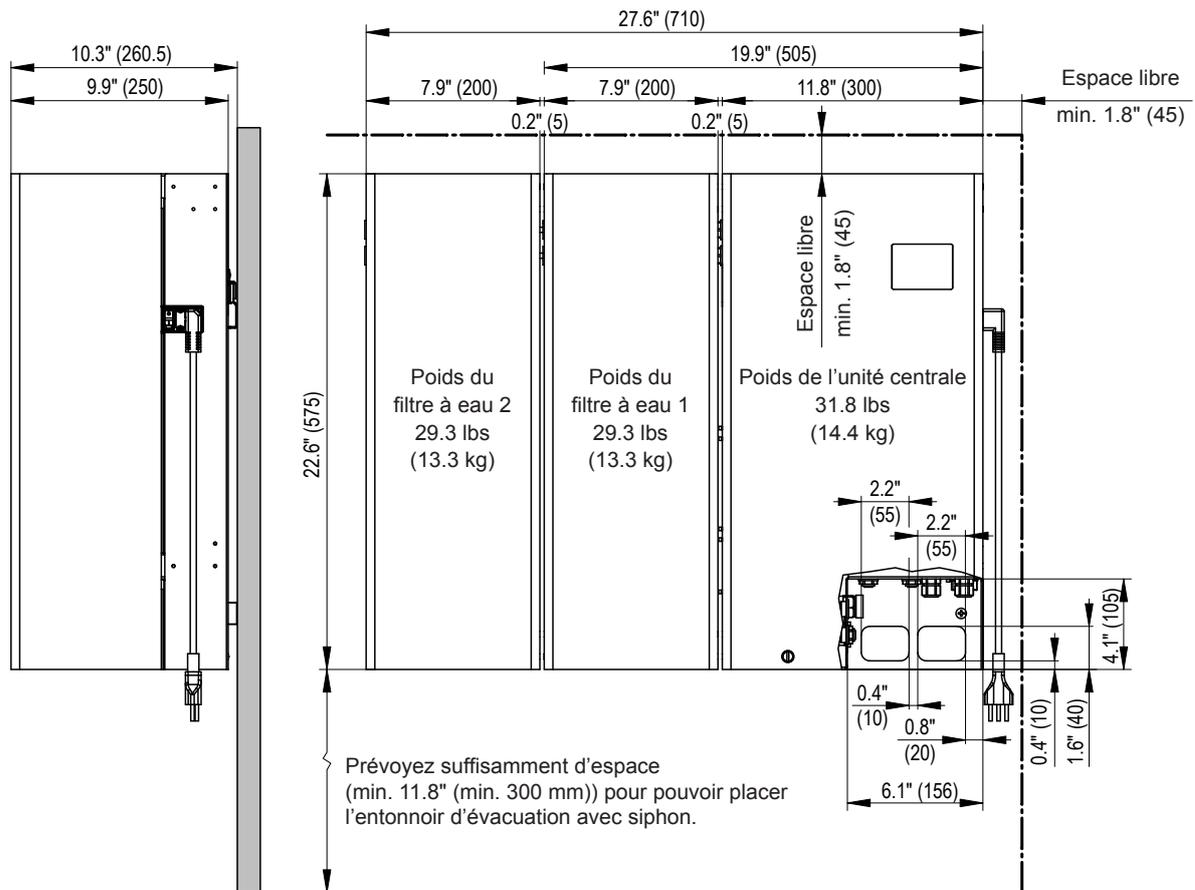

Fig. 6 : Dimensions de l'unité centrale et des filtres à eau (dimensions en pouces (mm))
- Veillez à disposer d'une surface murale suffisamment grande pour le montage de l'unité centrale et du/des filtre(s) à eau (voir Fig. 6).
Important : le mur sur lequel sont montés l'unité centrale et le/les filtre(s) à eau doit présenter une capacité portante suffisante (voir les indications de poids à la Fig. 6) et être adapté à ce genre de fixation.